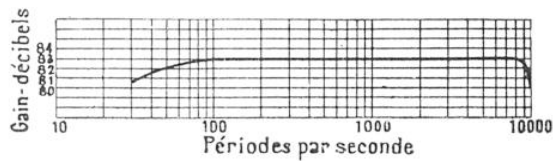

FIG. 1. — COURBE CARACTÉRISTIQUE D'UN AMPLIFICATEUR DE REDIFFUSION
L'auditeur est assuré, d'une part, de disposer de la puissance nécessaire pour son haut-parleur (entre 50 et 100 milliwatts) et, d'autre part, d'avoir une excellente audition, grâce à l'étude poussée des amplificateurs de départ dont la variation de puissance selon la fréquence ne dépasse pas 5 décibels (1) (entre 100 et 5.000 périodes par seconde par rapport à la fréquence de 800 périodes par seconde prise comme base). Ainsi les sons graves et aigus sont parfaitement rendus. La courbe (fig. 1) est précé-
(1) Voir *La Science et la Vie*, n° 182, page 110.